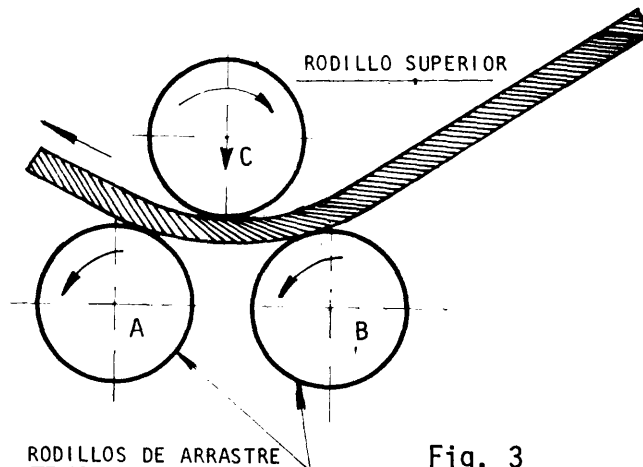

Fig. 3
- d Mueva un poco los rodillos hacia adelante y hacia atrás con el objeto de ampliar la curvatura (fig. 3).